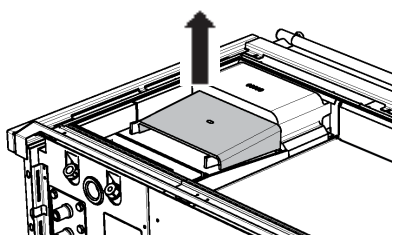

Bild 15
- Umlenkplatte herausnehmen (Bild 15)